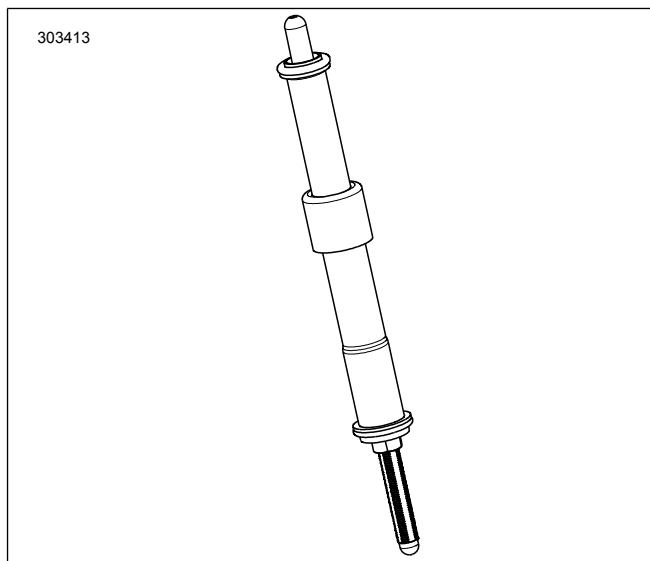

Figura 2. Haste de impulsão instalada na cobertura da haste de impulsão
7. Figura 2 Instale as hastes das válvulas de admissão nas tampas das hastes.